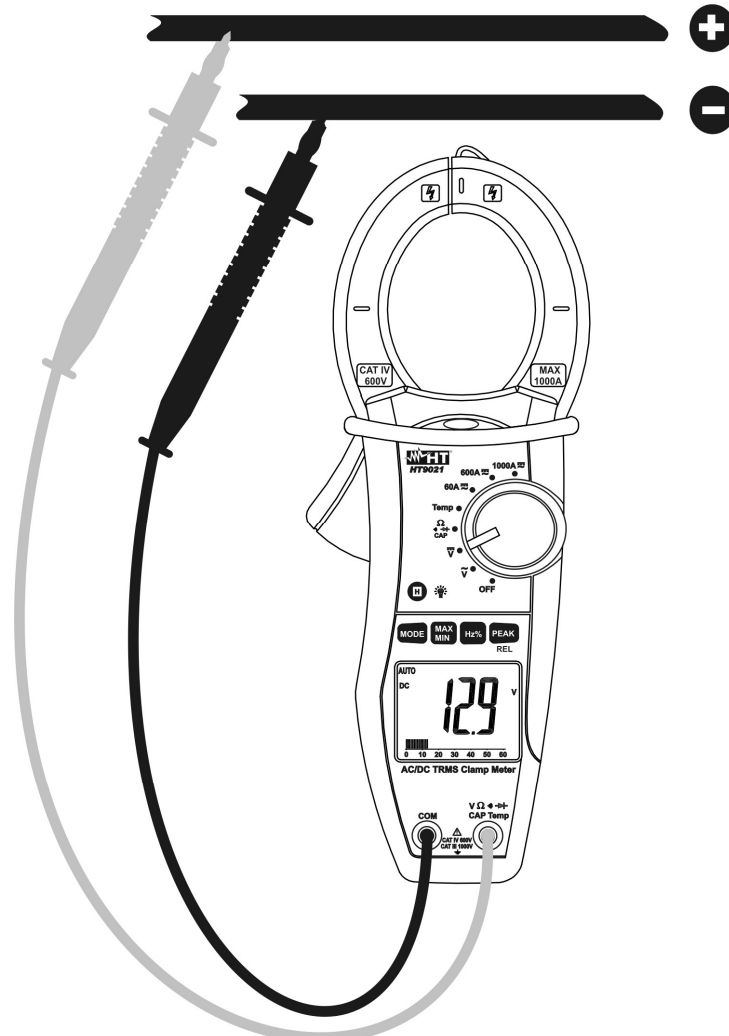

Fig. 4: Uso da pinça na medição de Tensões CC
2. Inserir o cabo vermelho no terminal de entrada $V\Omega\cdot\cdot\cdot$ \rightarrow CAP Temp e o cabo preto no terminal de entrada COM (Fig. 4)